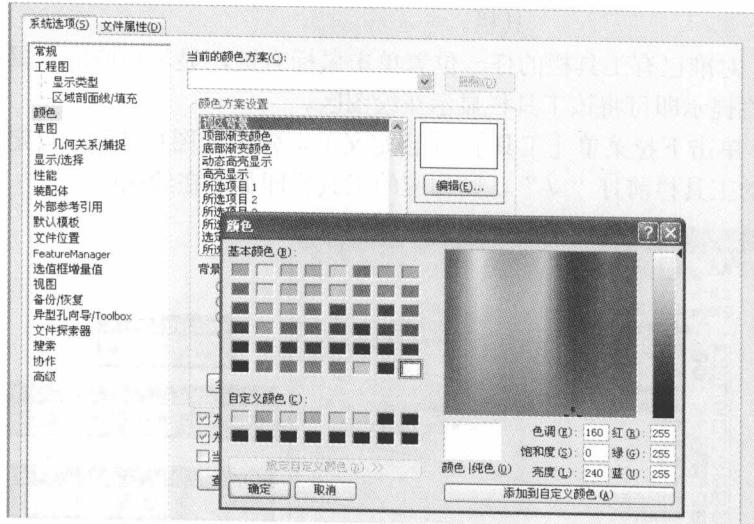

图 1-12 颜色设定对话框
b. 单击对话框中的【颜色】，出现如图 1-12 所示右侧对话框，选中右侧对话框中的“视区背景”，再单击右侧的按钮【编辑 (E)】，则弹出颜色设定对话框。选中需要的背景色（本处选择白色），单击对话框中的【确定】，再单击系统选项对话框中的【确定】，绘图背景即变成相应的颜色。
关于系统参数的设定，还有很多内容，读者可针对图1-12界面逐一进行设定并比较设定这些参数前后的区别。